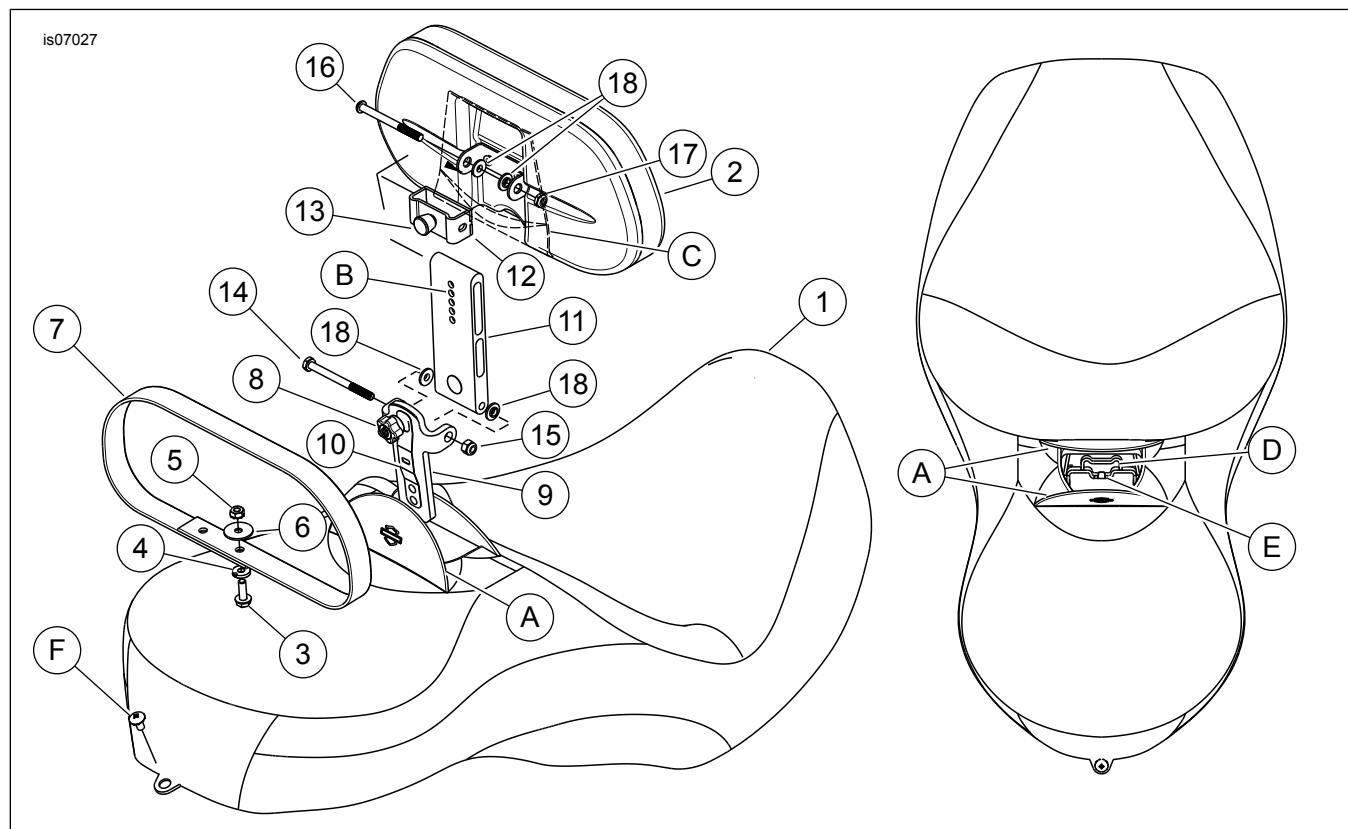

Figura 5. Piezas de servicio: Kit de asiento Dyna con respaldo del motociclista
Vea Figura 5 y Tabla 1.
- Vea Figura 5. Asegure el asiento con el tornillo de fábrica (F).
- Vea Figura 5. Abra las aletas de gancho y aro (A) situadas en el asiento (1).
- Inserte el conjunto del respaldo (2), con la almohadilla mirando hacia delante, dentro de la ranura (D) situada debajo de las aletas.
- Insértelo hasta que el resorte (10) se enganche en la lengüeta (E) dentro del asiento y trabe el respaldo en su sitio.
- Vea Figura 5. Levante la aleta (C) situada en la parte trasera del respaldo (2) y deje descubierta la pieza de soporte del pasador de resorte (12).
- Tire del pasador de resorte (13) en la parte trasera del respaldo, y ajuste el respaldo hasta situarlo a la altura deseada.
- Suelte el pasador de resorte y compruebe que quede trabado en su sitio, en uno de los agujeros de posición (B).
Vea Figura 5. El respaldo se puede doblar hacia adelante, para que sea más fácil subir y bajar de la motocicleta.
1. Vea Figura 5. Abra las aletas de gancho y aro (A) situadas en el asiento.
2. Presione el resorte (10) contra la pieza de soporte del respaldo (9), hasta que el resorte se desenganche de la lengüeta de retención (E).